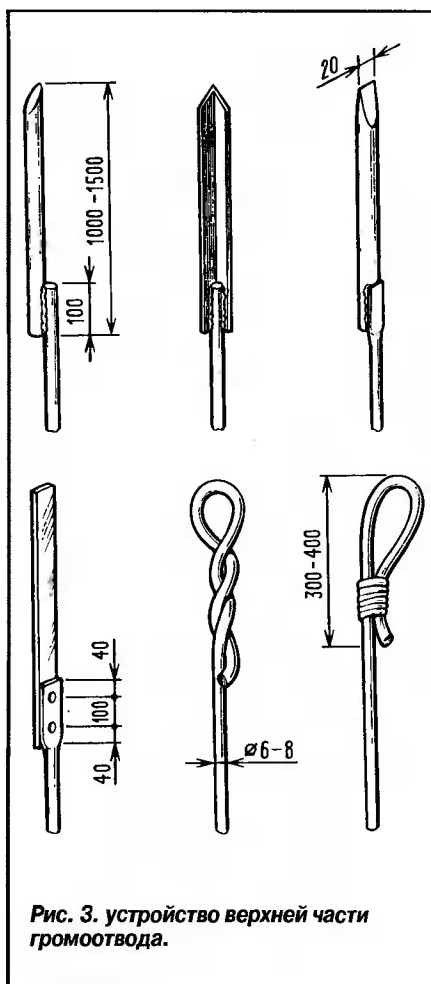

Рис. 3. устройство верхней части громоотвода.
■ Верхний конец громоотвода делают из проволоки того же диаметра, что и остальные его части (или большего — до 14 мм, стальных полос, уголков или труб сечением 50–60 мм². Трубу сверху сплющивают или заваривают на конус, а из проволоки делают петлю, закрепляя ее скруткой или бандажом из проволоки (рис. 3).